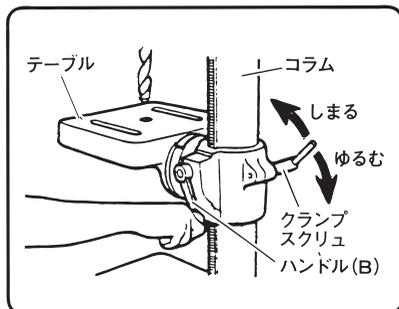

図 7
(1) 一日の作業が終わりましたら、きれいに掃除し、次の個所に注油してください。
- テーブル上下用ハンドル(B)回転部 (図7参照)
(2) スピンドルのスプライン摺動部の油が切れると、騒音が発生します。このような場合は、プーリ上部より、スピンドルとプーリの嵌合部(図の注油部)に潤滑グリースを注油してください。